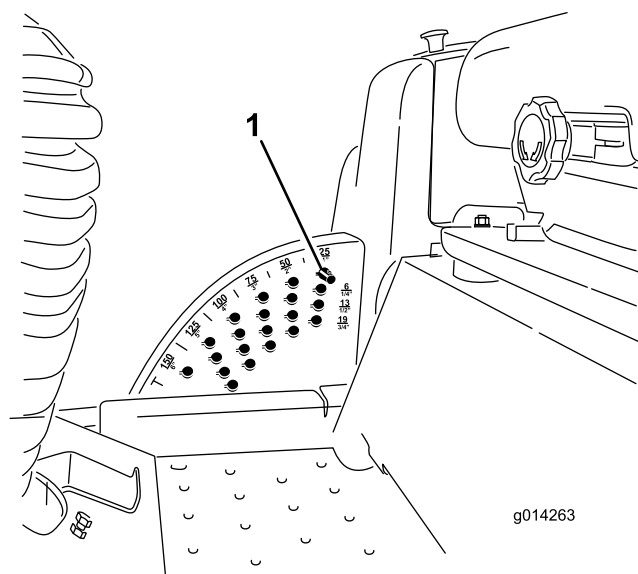

Figura 6
1. Com o motor a trabalhar empurre para trás o interruptor de elevação do cortador até que o cortador esteja completamente levantado e **solte imediatamente o interruptor** (Figura 6).
2. Para ajustar, rode o pino de bloqueio até que o pino do mesmo fique alinhado com as ranhuras nos orifícios no suporte da altura de corte e remova-o (Figura 6).
3. Seleccione um orifício, no suporte da altura de corte, que corresponda a altura de corte desejada, insira o pino e rode-o para o bloquear no lugar (Figura 6).
Nota: Existem duas filas de posições de orifícios (Figura 6). A fila de cima dá-lhe a altura de corte listada por cima do pino. A segunda fila dá-lhe a altura de corte listada mais 6 mm. A terceira fila dá-lhe a altura de corte listada mais 12 mm. A fila de baixo dá-lhe a altura de corte listada mais 18 mm. Para a posição de 15,8 cm só existe um orifício,